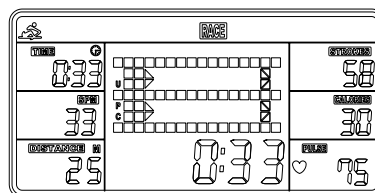
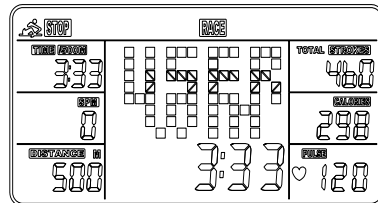

Fig. 6
Fig. 7
A. Pulse el botón de START para iniciar y STOP desaparecerá. USER (USUARIO) y PC (COMPUTADORA) se mostrarán en la matriz (Fig. 6). La computadora se detendrá cuando el usuario o la computadora haya alcanzado la distancia de carrera que se estableció. A continuación, la matriz muestra "PC WIN" ("GANA LA PC") o "USER WIN" ("GANA EL USUARIO") (Fig. 7).